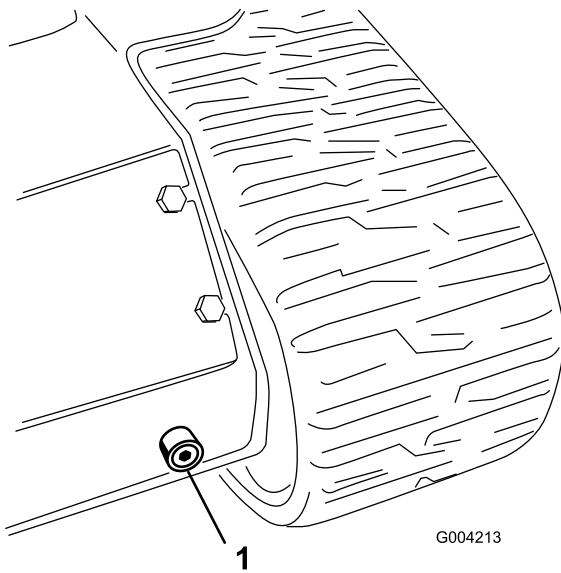

Figure 64
6. Placez un grand bac de vidange (d'au moins 57 litres de capacité) sous le bouchon de vidange à l'avant de la machine (Figure 64).
7. Retirez le bouchon de vidange pour permettre à l'huile de s'écouler dans le bac de vidange (Figure 64).